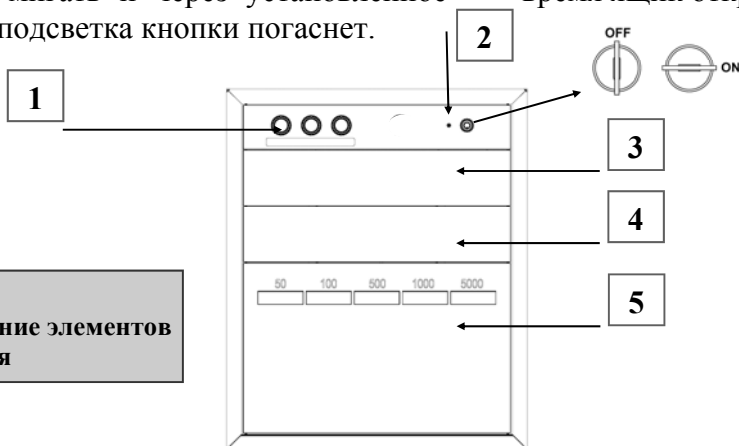

РИС. 5
1. Запуск работы осуществляется поворотом ключа активации питания в положение «ON» (см. рис.5). На панели управления индикатор сети загорается оранжевым цветом. Для темпо-касс **DoCash Темпо 10R UPS** в случае потери напряжения в сети, индикатор сети, индицирует работу от аккумулятора, меняя цвета оранжевый – красный в сопровождении звукового сигнала издающегося с интервалом 15 сек.